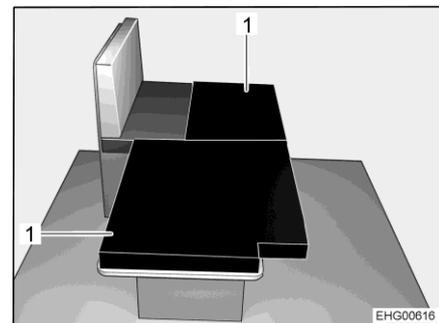

Fig. 38 Après la transformation
- Placer les deux coussins supplémentaires (Fig. 38,1) comme illustré sur la table abaissée.